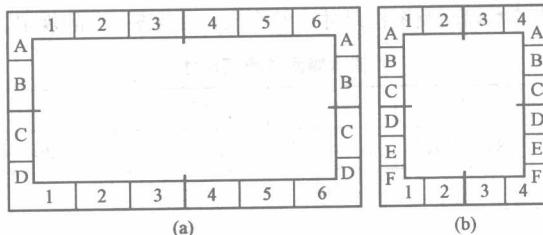

图1-2 图幅分区及对中符号
(5)必要时图幅可分区。图幅分区数应是偶数,每对边分区应等分,分区线为绘在图框线和幅面线之间的细实线,每个分区长度应在25~75mm之间。分区顺序在上、下边沿左至右方向以直体阿拉伯数字依次编号,在左、右边框自上而下以直体拉丁汉语拼音字母次序编号,如图1-2所示。